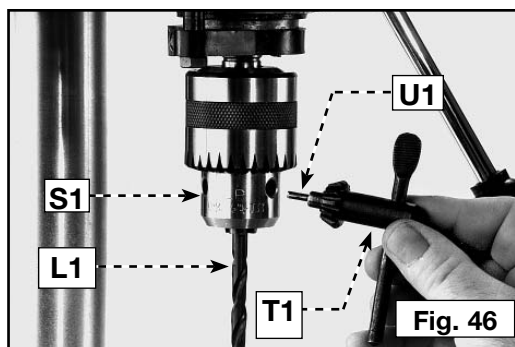

Fig. 46
1. Inserte el extremo liso de la broca (L1) Fig. 46 en el portabrocas (S1) lo más que pueda y luego retírela 1.6 mm (1/16 pulg.) (o hasta las estrías para brocas pequeñas).
2. Centre la broca (L1) Fig. 46 en el portabrocas (S1) antes de ajustar el portabrocas con la llave (T1).
3. Gire la llave del portabrocas (T1) Fig. 46 en dirección de las manillas del reloj para ajustar y en dirección contraria a las manillas del reloj para aflojar las mordazas del portabrocas.
5. Retire la llave del portabrocas (T1) Fig. 46 del portabrocas antes de arrancar la prensa de taladro. La llave del portabrocas viene con una clavija de auto-expulsión (U1) para ayudar a minimizar el potencial de dejar la llave en el portabrocas.